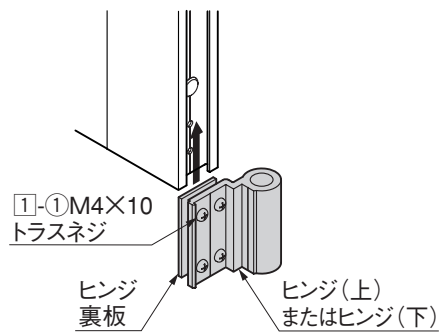

図6-1
- あらかじめヒンジに、ヒンジ裏板を仮組みした状態で吊元框にスライドさせると簡単です。(図6-1参照)